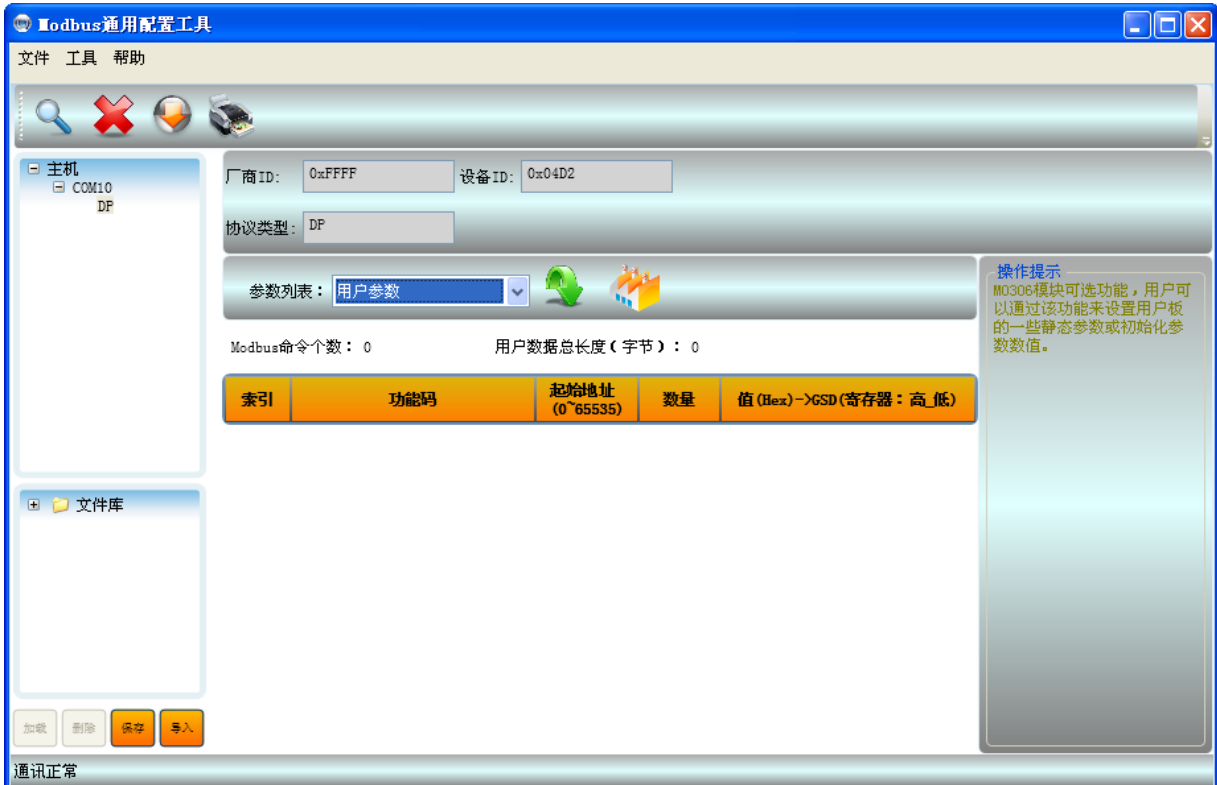

图 4.17 用户参数配置
2) 点击用户参数后将显示模块用户参数配置信息，如下图 4.17 所示：